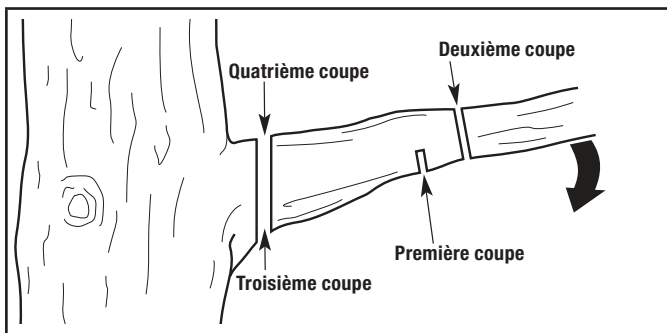

Figure 21
1. Faites la première coupe à environ 15 cm (6 po) du tronc. Coupez vers le haut, à partir du dessous de la branche. Utilisez le haut de la barre de guidage pour effectuer cette coupe. Faites la coupe à environ le 1/3 du diamètre de la branche (Fig. 21).
2. Faites la deuxième coupe 5 à 10 cm (2 à 4 po) plus loin sur la branche. Coupez vers le bas, à partir du haut de la branche. Utilisez le bas de la barre de guidage pour faire cette coupe. Coupez la branche complètement (Fig. 21).
3. Faites la troisième coupe aussi près que possible du tronc. Coupez vers le haut, à partir de dessous de la branche. Utilisez le haut de la barre de guidage pour effectuer cette coupe. Faites la coupe à environ le 1/3 du diamètre de la branche (Fig. 21).
4. Faites la quatrième coupe directement au-dessus de la troisième coupe. Coupez vers le bas, à partir du haut de la branche. Utilisez le bas de la barre de guidage pour faire cette coupe. Coupez la branche pour joindre la troisième coupe (Fig. 21). Cette opération retirera la branche.